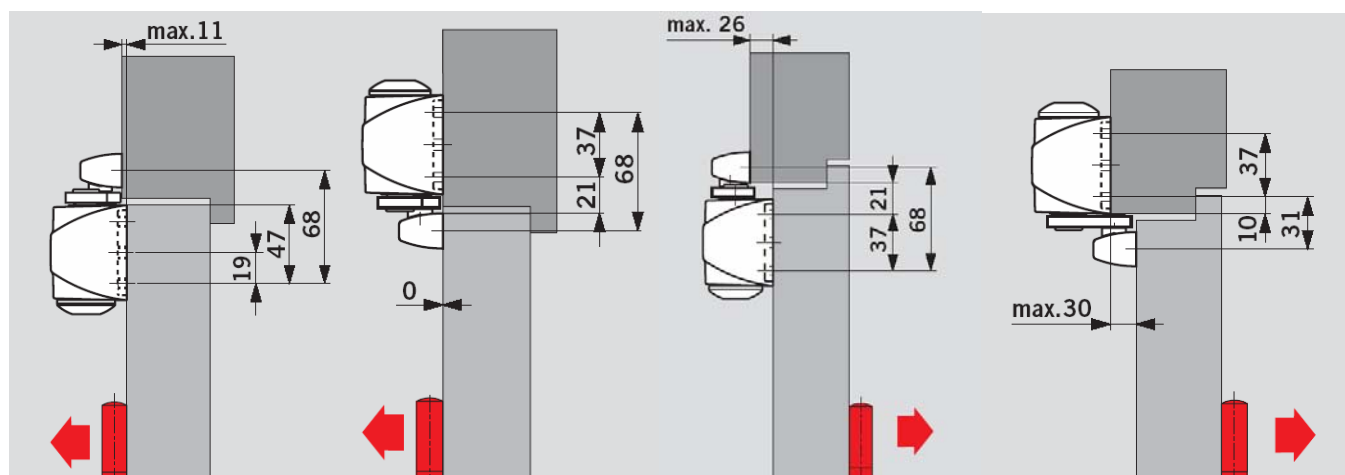

Рис. 4
- Взаимное расположение поверхностей дверной коробки и дверного полотна должно находиться в пределах указанных на **рис. 4**.